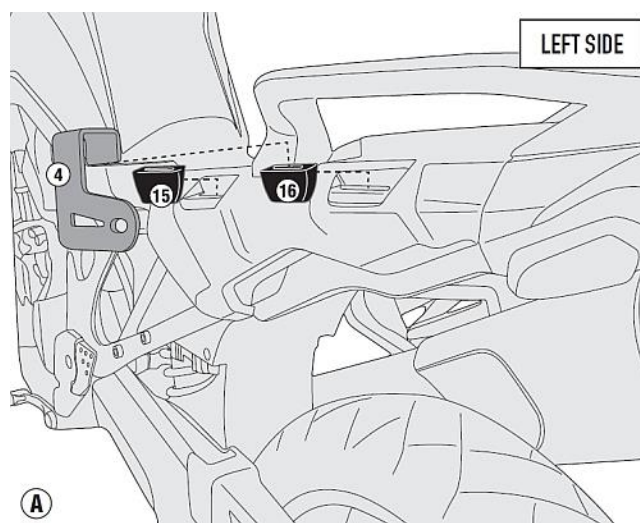

図 1
4. 純正シートカウル左側に設けられた純正パニアケース懸架部の前穴に⑮サポート (厚/左前側用) を、後穴に⑯サポート (薄/左後側用) と④サポート (左) を仮組みします。(図 1 参照)
※. 図 1~2 を参考に、④サポートの左右の形状の違いと組み付け向きを判別してください。